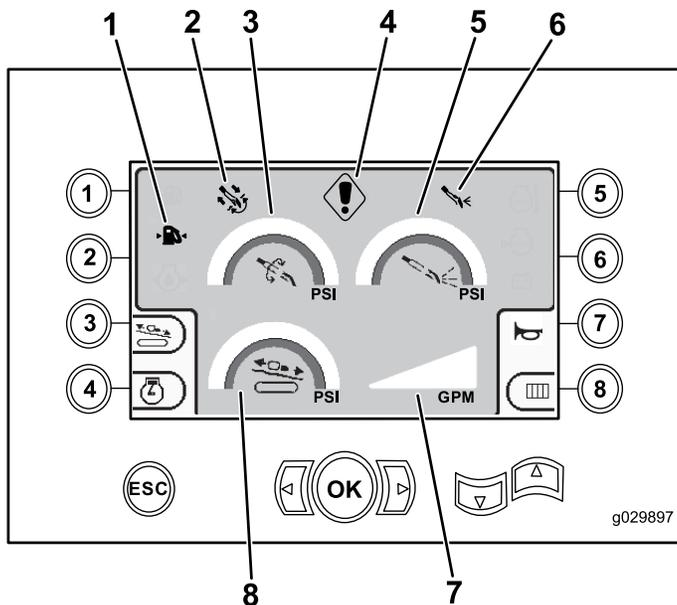

Figura 2
Esta tela exibe a pressão do conjunto rotativo em psi, a pressão do fluido de perfuração em psi, a pressão do sistema de translação em psi, e a vazão de fluido de perfuração em gpm (galões por minuto) (Figura 2).
- Aviso de código de falha de perfuração e/ou do motor (Figura 2)
- Aviso de baixo nível de combustível (Figura 2)
- Fluido de perfuração na posição LIGADA (Figura 2)
- Perfuração automática na posição LIGADA (Figura 2)